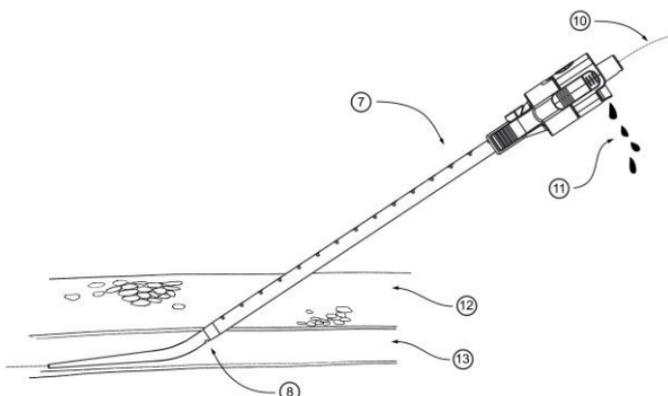

Figura 2. Señal de sangre cuando la punta de la vaina introductora se encuentra dentro del vaso.
- c. Avance el Introductor PerQseal® hacia el vaso formando un ángulo bajo ($\leq 30^\circ$) hasta que la señal de sangre se haga evidente en el puerto lateral del conector del dilatador (11, fig. 2). Llegados a este punto, deje de avanzar (consulte la figura 2).